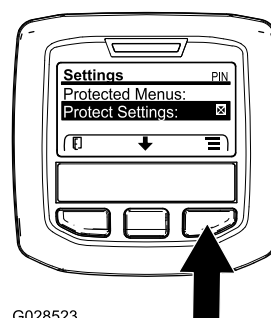

図 25
1. 保護メニューにアクセスし、サブメニューのロックを解除する 図 25 アクセス制限付きメニューへのアクセス \(ページ 17\) を参照。